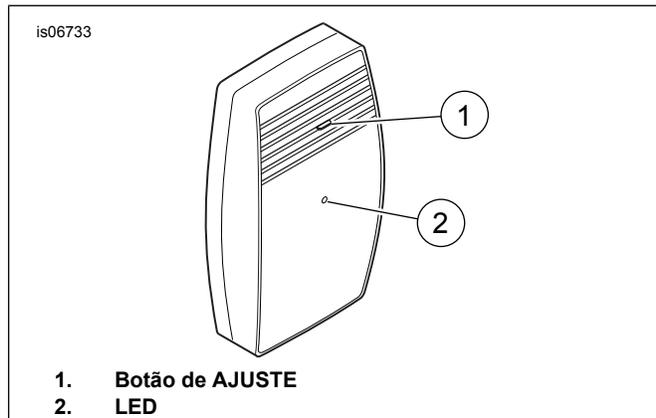

Figura 26. Receptor do mecanismo de abertura da porta da garagem, vista frontal
3. Veja a Figura 26. Pressione e segure o botão de AJUSTE no **receptor** do mecanismo de abertura da porta da garagem Harley-Davidson. O LED do **transmissor** (no veículo) pisca continuamente enquanto o botão de ajuste é pressionado.